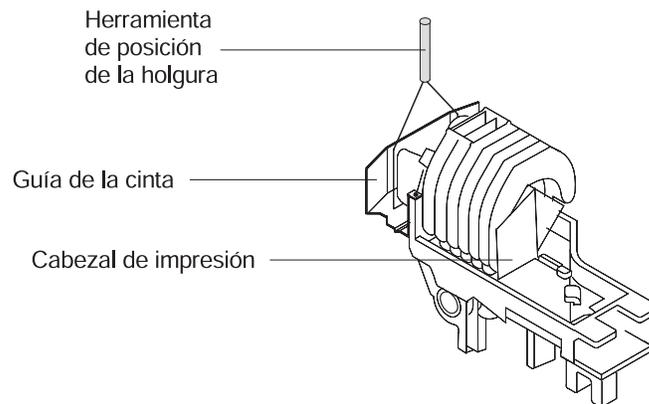

Figura 5-2. Ubicación de la herramienta de posición de la holgura
3. Desplace el carro del cabezal de impresión a la izquierda. Compruebe la holgura del cabezal de impresión deslizando la herramienta de posición de la holgura entre el cabezal de impresión y la guía de la cinta. Consulte la Figura 5-2 en la página 5-5.